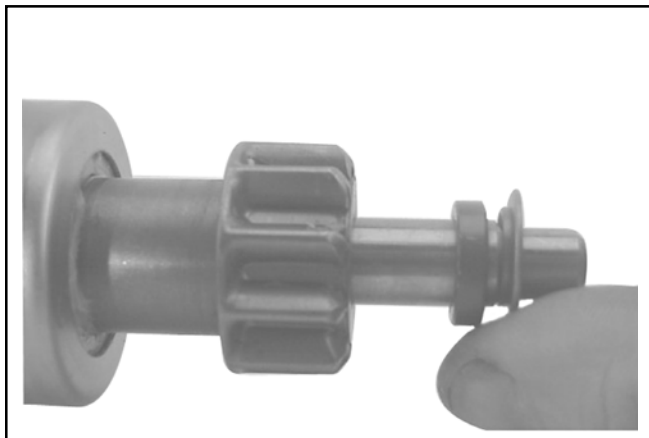

Figura 8-58. Installazione della rondella reggispira.
3. Installare la rondella reggispinga offset (di arresto) con l'"offset" minore della rondella verso il fermo/collare. Vedere Figura 8-58.